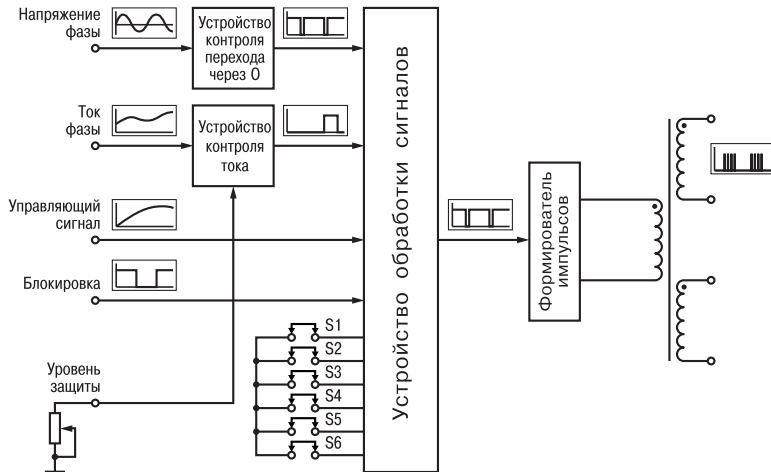

Рисунок 3.2
3.1.1 Каждый канал управления состоит из устройства контроля перехода напряжения фазы через ноль, устройства контроля тока фазы, устройства обработки сигнала, формирователя импульсов и импульсного трансформатора (рисунок 3.2).